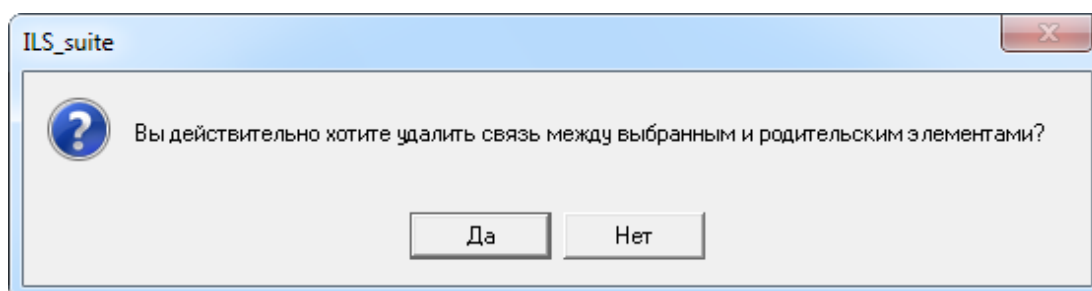

Рис. 13-510 – Диалоговое окно при удалении связи бюллетеня с папкой
- 3) Нажать кнопку «Удалить связь» панели «Правка» (рис. 13-510).